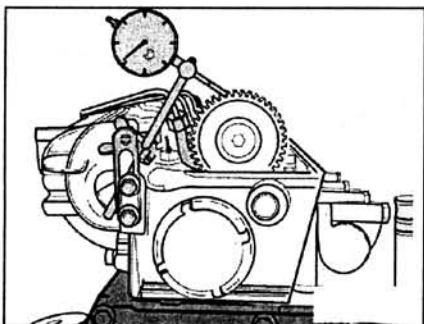

Рис. 2.54. Определите свободный ход, одновременно придерживая промежуточный вал и вращая распределительный вал.
8. Теперь определите свободный ход, одновременно придерживая промежуточный вал и вращая распределительный вал (рис. 2.54). **Свободный ход шестерни:** 0.06-0.17 мм.